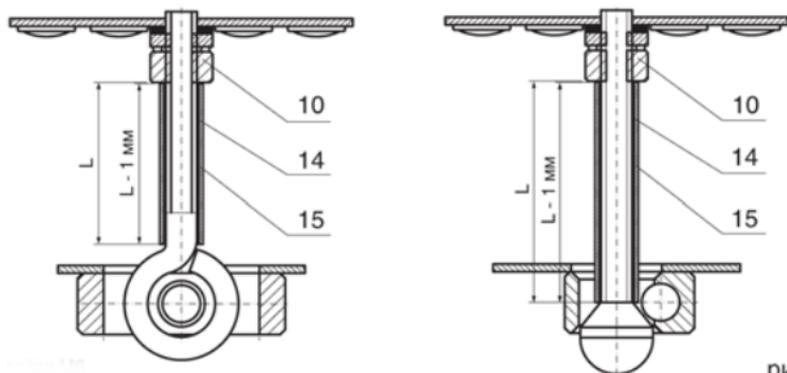

рис. 6
8. Отрегулировать длину кронштейна так, чтобы при плотно закрытом капоте штырь проходил в отверстие кольца. При закрытом замке капота поднятие капота должно быть минимальным, чтобы через образовавшийся зазор было невозможно повреждение или устранение кронштейна. В случаях, когда при установке кронштейна есть вероятность его устранения путем спиливания, необходимо установить специальную втулку (см. рис. 6).
7. Отрегулировать длину кронштейна так, чтобы при плотно закрытом капоте штырь частично перекрывал отверстие, в которое входит кронштейн. При закрытом замке капота поднятие капота должно быть минимально возможным, чтобы через образовавшийся зазор было не возможно повреждение или устранение кронштейна. В случаях, когда при установке кронштейна есть вероятность его устранения путем спиливания, необходимо установить специальную втулку (см. рис. 6).
9. Отрегулировать длину кронштейна так, чтобы при плотно закрытом капоте штырь частично перекрывал отверстие, в которое входит кронштейн. При закрытом замке капота поднятие капота должно быть минимально возможным, чтобы через образовавшийся зазор было невозможно повреждение или устранение кронштейна. В случаях, когда при установке кронштейна есть вероятность его устранения путем спиливания, необходимо установить специальную втулку (см. рис. 6).
Измерить длину кронштейна типа «крючок» или «сферы» как показано на рис. 6 до конtringающей гайки М6. Отрезать термоусадочную трубку согласно получившегося размера L. Отрезать при помощи специального инструмента втулку короче на 1 мм от полученного размера L. Снять кронштейн с капота, надеть термоусадочную трубку на кронштейн, усадить трубку. Нанести силиконовую смазку на усаженную трубку по всей длине.